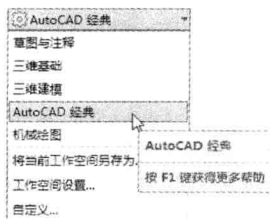

图 1-5 通过列表框选择
- 工具栏：单击快速启动工具栏中的【切换工作空间】列表框，在弹出的下拉列表中选择所需的工作空间，如图 1-5 所示。